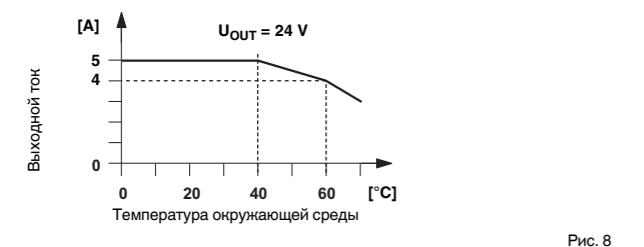

Рис. 8
5.3. Изменение параметров в зависимости от температуры (рис. 8)